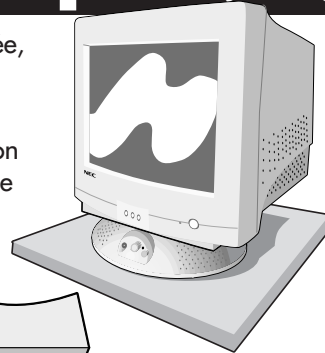

Figure 3-A
Étape 3-A. Une fois la nouvelle la base audio posée, remettre soigneusement le moniteur à l'endroit (**Figure 3-A**).